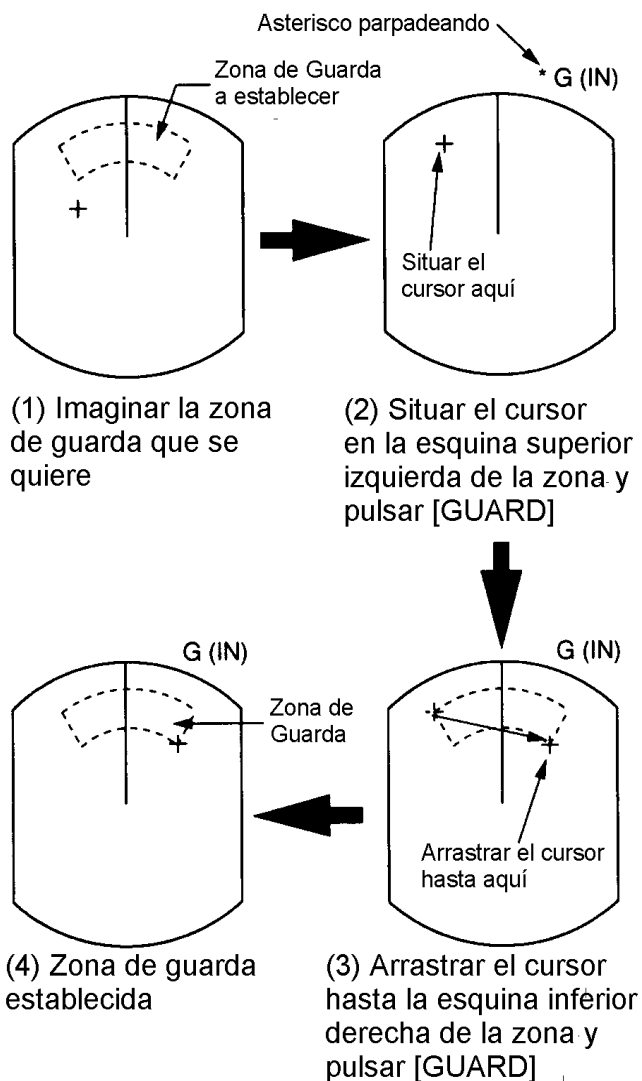

Figura 2-15 Como establecer la zona de guarda
1. Imaginar la zona a establecer. Ver la Figura 2-15 (1).
2. Situar el cursor en la esquina inferior (superior) izquierda de la zona y pulsar [GUARD]. En la esquina superior derecha de la pantalla aparece \*G (IN) (o G OUT), con el asterisco intermitente, lo cual indica que la zona está parcialmente establecida. Ver la Figura 2-15 (2).
3. Situar el cursor en la esquina superior (inferior) derecha de la zona y pulsar la tecla [GUARD]. El asterisco desaparece. Ver Figura 2-15 (3).
4. La zona de guarda establecida aparece en la pantalla. Ver Figura 2-15 (4).